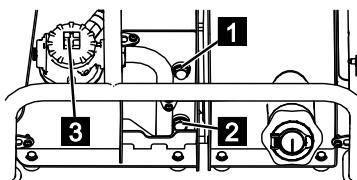

Abb. 237
5. Ölstand an den Schaugläsern Maximum (Abb.237/1) und Minimum (Abb.237/2) prüfen.
6. Das Hydrauliköl muss bis zur Maximum-Markierung (Abb.237/1) gefüllt sein. Ggf. Hydrauliköl nachfüllen
7. Dazu den Deckel (Abb.237/3) abschrauben.
8. Das Hydrauliköl bis zur Maximum-Markierung am Schauglas (Abb.237/1) nachfüllen.
9. Deckel (Abb.237/3) aufschrauben.